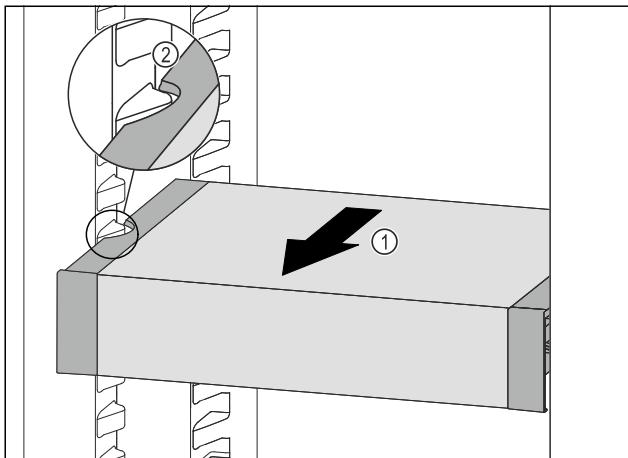

Fig. 61
- Издеглете VarioSafe напред Fig. 61 (1), докато страничните прорези на VarioSafe се намират на височината на реброто на съда в хладилната част. Fig. 61 (2)